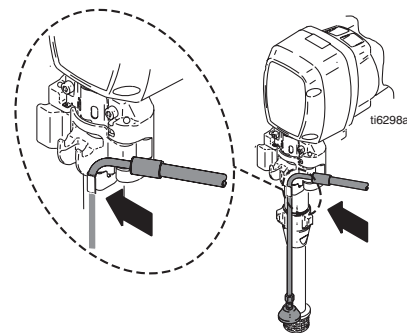

FIG. 28
7. FIG. 28. Fest tappeslangen på sprøyten.